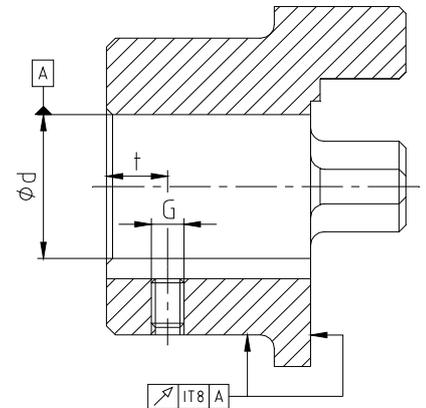

Figura 9: Precisión de concentricidad y de perpendicularidad
- Cuando el cliente lleve a cabo el mecanizado de los mangones, debe respetar la precisión de concentricidad y perpendicularidad (ver figura 9).